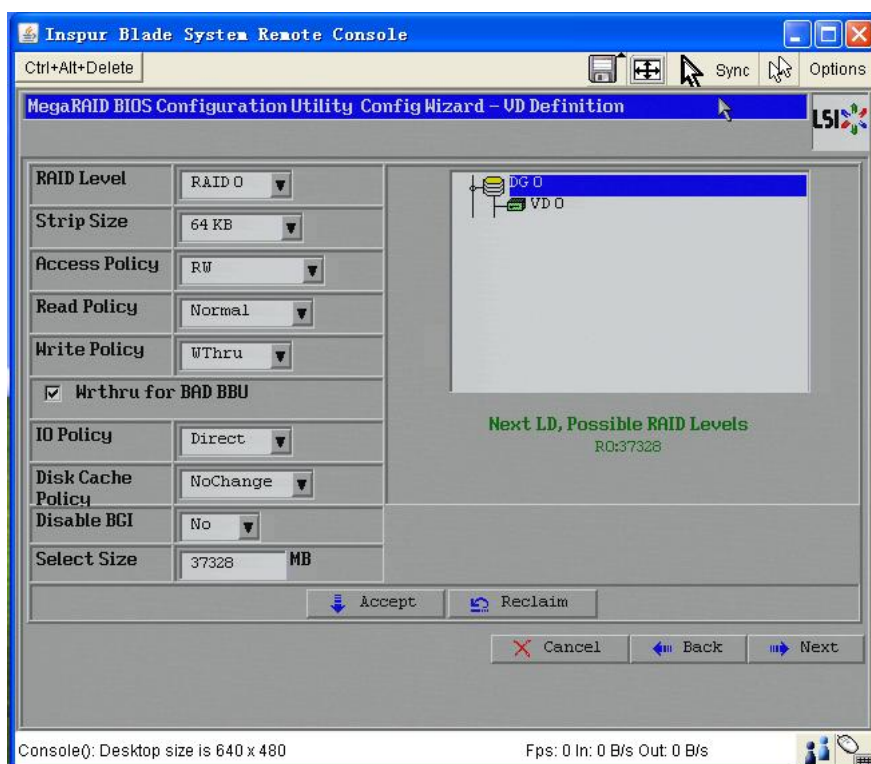

图5—4 定义虚拟磁盘界面
4. 选择完硬盘点击“Next”；这时候将出现虚拟磁盘定义界面，如图5—4所示，可以使用这个界面来选择RAID级别，stripe大小，读写策略和其他的一些新的虚拟磁盘的属性。